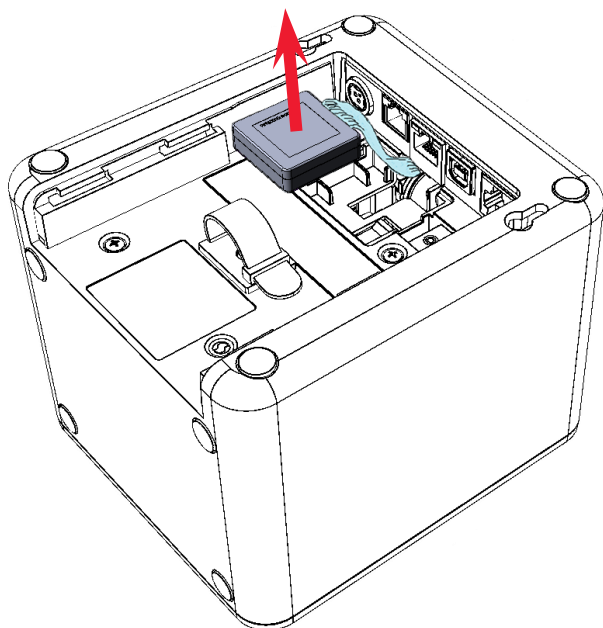

Рисунок 7. Извлечение ФН из отсека
- 10** Совместить внешнюю часть корпуса ККТ с внутренней ее частью, учитывая положение кнопки включения/проточки и продев кабель ККТ–ФН в проем дна внешней части (см. рисунок 7).
- 12** Подключить ФН кабелем ККТ–ФН (см. рисунок 7).